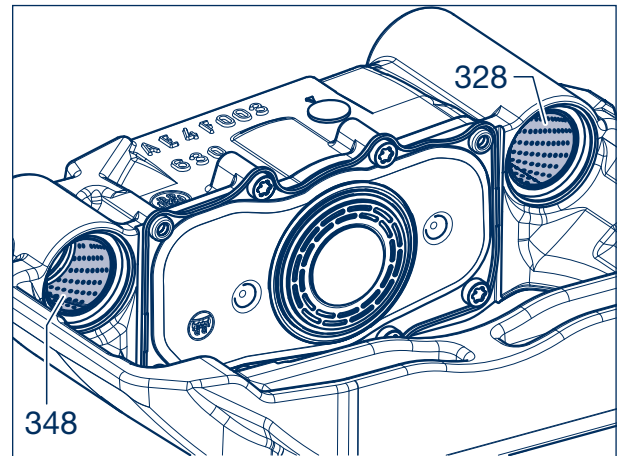

Figure 4
- [10] Placer l'outil de dépose (T4) et l'introduire dans la douille de guidage (348, voir les figures 4 et 5).
- [12] La rotation de la broche filetée (T1) extrait la douille de guidage (348) du logement. Le cas échéant, serrer l'écrou (T6) avec une clé de 32.